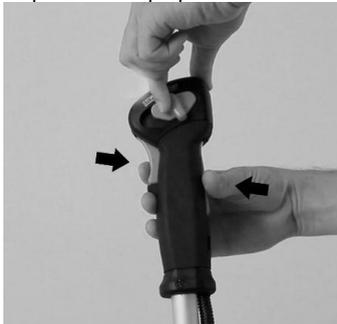

Fig. 13
- maneta de acceleratie este pozitionata pe pozitia de mers la maxim si este blocata in aceasta pozitie conform fig.13;
- intrerupatorul de pornit-oprit este pozitionat in pozitia de pornit conform fig.13
- pozitionati clapeta de soc pe pozitia inchis conform fig. 13